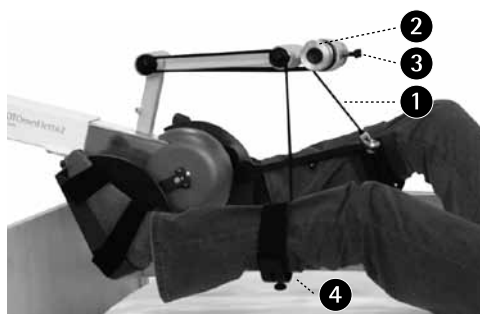

Fig. 59
"TrainCare komfort" (Fig. 59) sørger for en sikker lagring av nedre lår og forhindrer utilsiktet sideveis bevegelse og overstrekking og blokkering av kneleddene.
Radialjusteringen som er festet på leggskålene ④ (Fig. 59) kan stilles inn individuelt for høyre og venstre side. Radialjusteringen kan stilles inn slik at brukeren i løpet av treningen med MOTomed letto2 har best mulig holding for beina. Dermed forhindres det enda bedre at beina rutsjer bort sideveis.